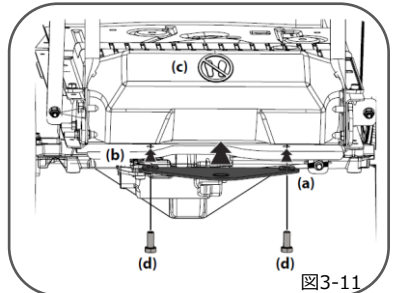

図3-11
1. フレーム(b)と後部のカバー(c)の間にヒッチプレート(a)をすべらせてください。(図3-11参照)
2. ヒッチプレート(a)とフレーム(b)の穴の位置をあわせて2本の六角ネジ(d)で固定してください。六角ネジ(d)は確実に締めてください。(図3-11参照)